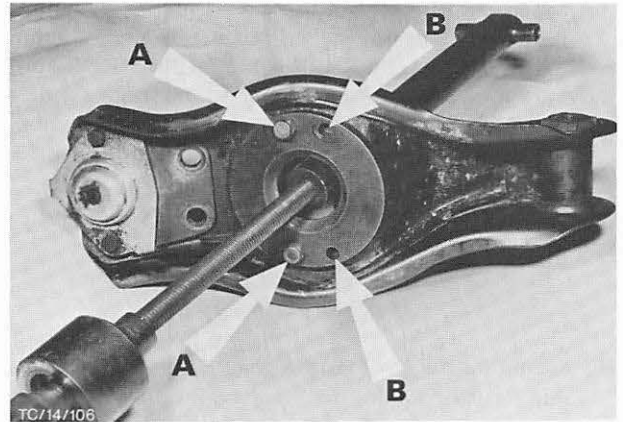

Abb. 35 Werkzeug 14-001-A – Werkzeuggester mit Arretierbohrungen gekennzeichnet
7. Teller des Werkzeuges so unter dem Querlenker ansetzen, daß die beiden Stiftschrauben der Stoßdämpferbefestigung unten in die mit „A“ markierten Bohrungen eingeführt werden. Die „A“-Bohrungen sind für Taunus/Cortina bestimmt, die anderen Bohrungen müssen nach innen, zum Motor, zeigen! Abb. 35. Teller mit den Befestigungsmuttern des Stoßdämpfers befestigen. Vorderfeder durch Drehen der Werkzeugmutter zusammendrücken.